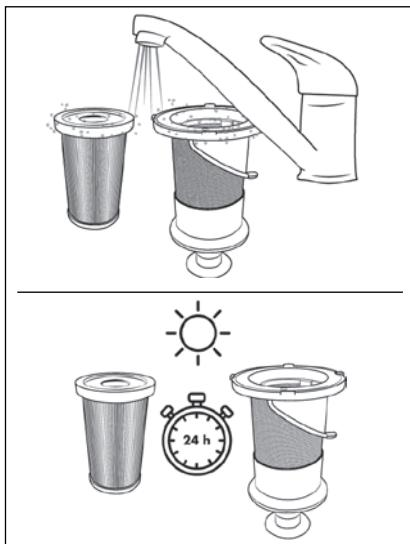

Abb. 25
- Spülen Sie den EPA-Filter 5 und den EdelstahlfILTER 6 unter kaltem oder lauwarmem Wasser aus. Lassen Sie den EPA-Filter 5 und den EdelstahlfILTER 6 vollständig an der Luft trocknen, bevor Sie sie wieder in den Schmutzbehälter 7 einsetzen (siehe Abb. 25).
**① Hinweis**